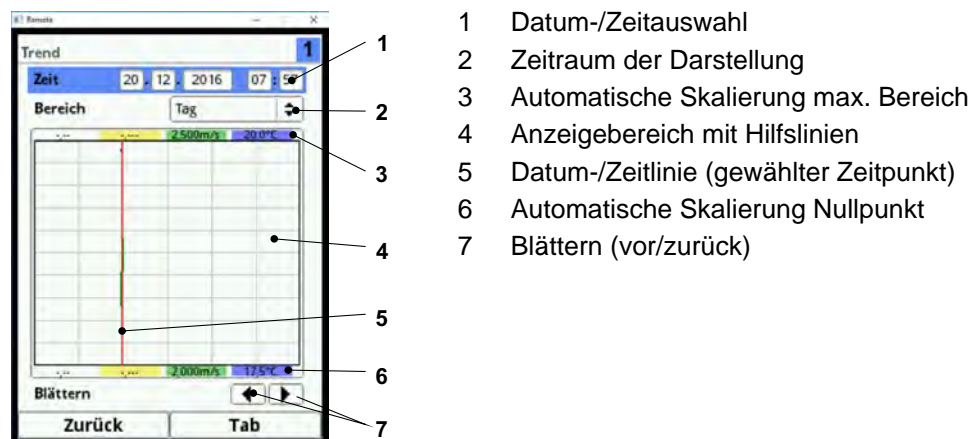

Abb. 41-2 Darstellung Trendanzeige
1. Gewünschten Bereich (Zeitraum der Darstellung; Abb. 41-2 Pos. 2) auswählen. Der ausgewählte Bereich (bis zum aktuellen Zeitpunkt) wird dargestellt. Während der Darstellung erfolgt keine automatische Aktualisierung der Messdaten (die aktuellen Messdaten werden im unteren Drittel der Hauptanzeige gezeigt).
2. Bei Bedarf mit den Pfeilen (Abb. 41-2 Pos. 7) vor- und zurückblättern bei gleicher Grundeinstellung der Darstellung.
Im oberen Bereich der Darstellung findet sich die **Datum-/Zeitauswahl** (Abb. 41-2 Pos. 1). Die Zeile ist blau unterlegt und somit aktiv.
Im Display werden die Messdaten, abhängig vom eingestellten Zeitabschnitt (Abb. 41-2 Pos. 2), des ausgewählten Datums dargestellt.
Die rote senkrechte Linie (Abb. 41-2 Pos. 5) steht auf dem gewählten Zeitpunkt (Datum und Uhrzeit).
➡ Diese Einstellung erfolgt über den >Bereich< (siehe Abb. 41-2 Pos. 2).